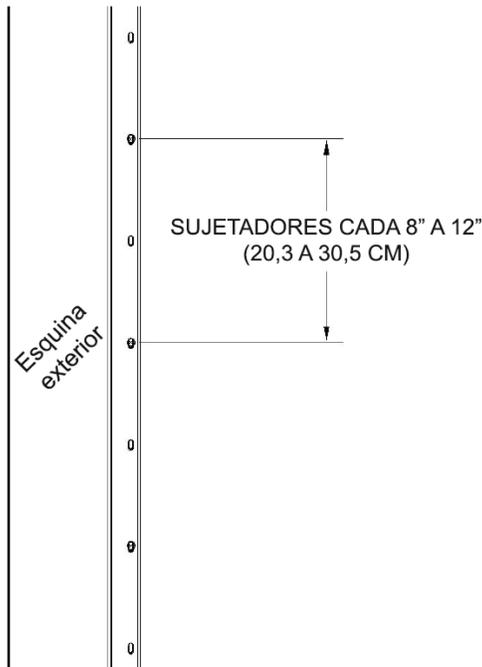

Fig. 1
3. Fije la esquina exterior a la pared utilizando clavos o tornillos galvanizados o resistentes a la corrosión aproximadamente cada 8" a 12" (20,3 a 30,5 cm) a lo largo del reborde de clavos, asegurándose de que los perfiles queden bien fijos utilizando clavos o tornillos galvanizados, inoxidable o resistentes a la corrosión (Fig. 1).